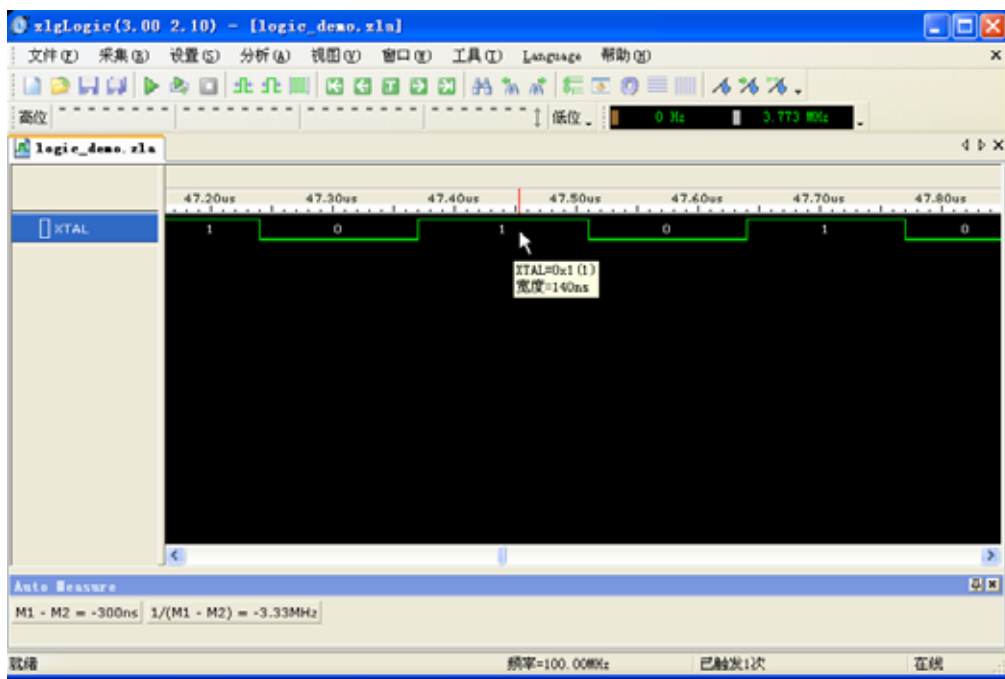

图 4.7 XTAL 测量结果
- **步骤 5:** 点击工具栏中的  (单次启动) 按钮，逻辑分析仪显示对 XTAL 测量的波形，测量结果如图 4.7 所示。当鼠标放在测量的波形上时，逻辑分析仪软件就自动弹出测量提示，如图 4.7 所示。逻辑分析仪对鼠标所在的高电平进行测量，XTAL 高电平时间为 140ns。